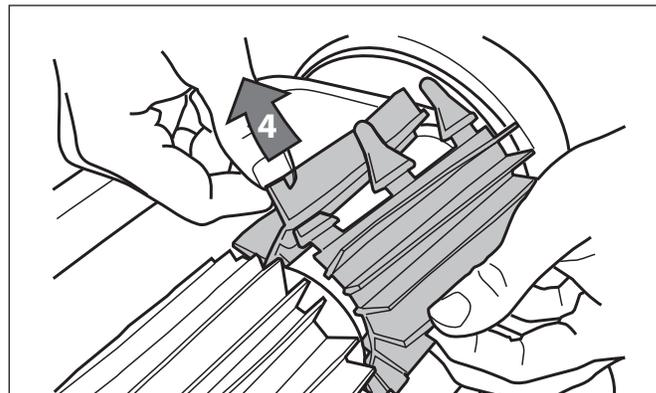

Figure 31. Insertion des languettes dans chaque fente
4. Insérez chaque languette dans la fente prévue à cet effet, en l'introduisant doucement jusqu'à ce que le talon ressorte de l'autre côté de la fente (Figure 31).